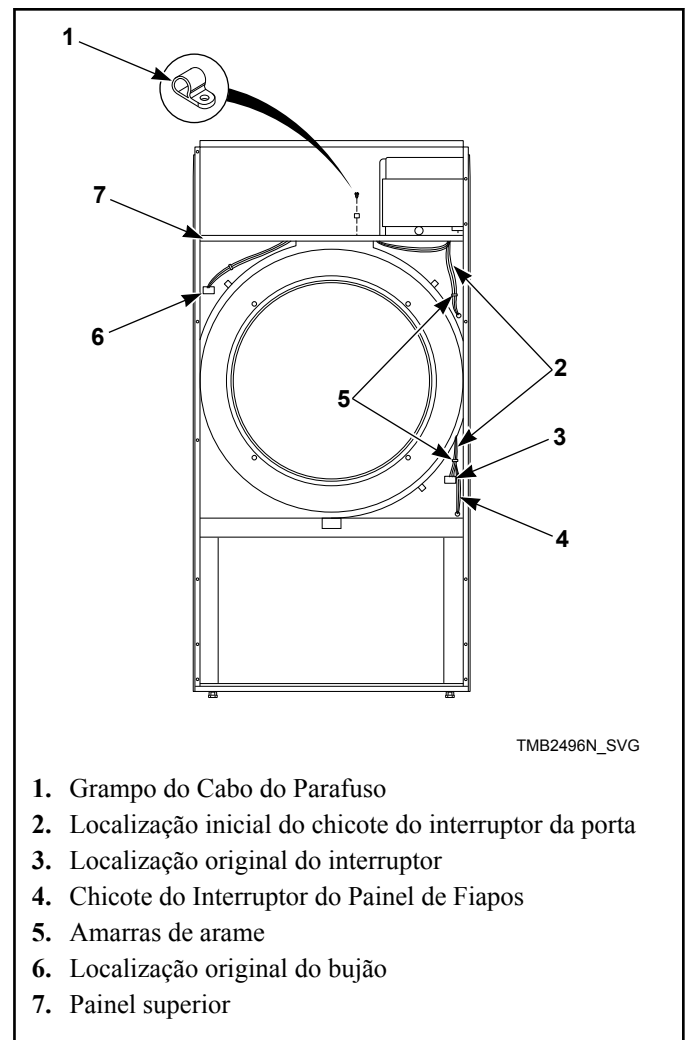

Figura 12
7. Corte as amarras de arame para remover o conjunto do chicote do interruptor da porta. Tenha cuidado para não danificar os fios do chicote. Consulte a *Figura 12*.